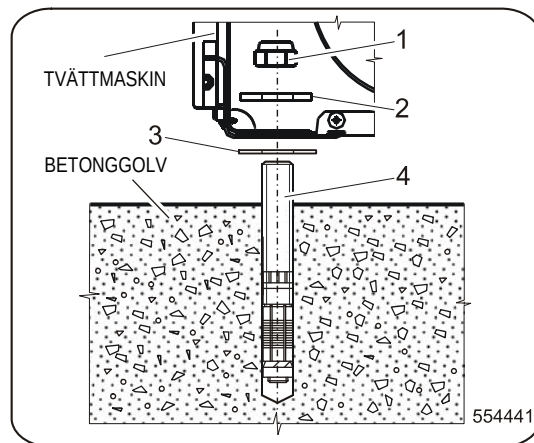

Fig. 13 Fast förankrade maskiner,
Av denna anledning bör användas skruvar M16 - pos.4, se fig. 13 och 14, brickor $\varnothing 60 / \varnothing 16,5 \times 6\text{mm}$ - pos.2 och låsmuttrar M16 – pos.1, för att maskin skapar en helhet tillsammans med ett metallstativ (om det används), se fig. 13, 14.
- Kontrollera horisontell och stabil uppställning av maskin i alla hörn. Jämna ut maskin vid behov med rostfria eller galvaniserade distansbrickor, fig. 13, 14, 15, pos. 3, (distansbrickor följer inte med i leverans) som placeras mellan maskinens ram och golv, se. fig 15. Mått på distansbrickan skall vara samma som maskinens ram i plats där ankarbultar finns, dock minst 100x100mm.